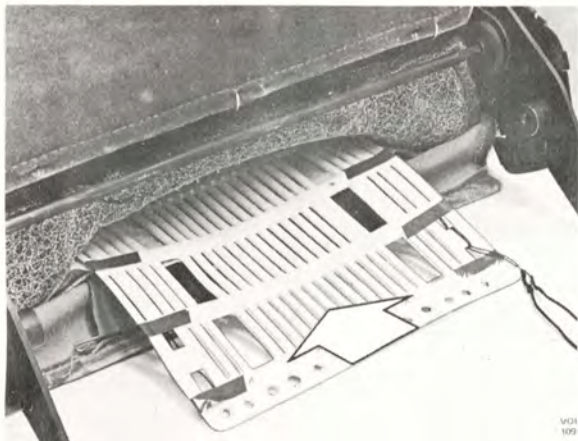

Bild 8-47. Montering av ryggelement
10. Stoppa i ryggelementet. OBS! Taggarna på elementet ska vara vända mot stoppningen och elledningarna ska dras ut på stolens insida, bild 8-47.